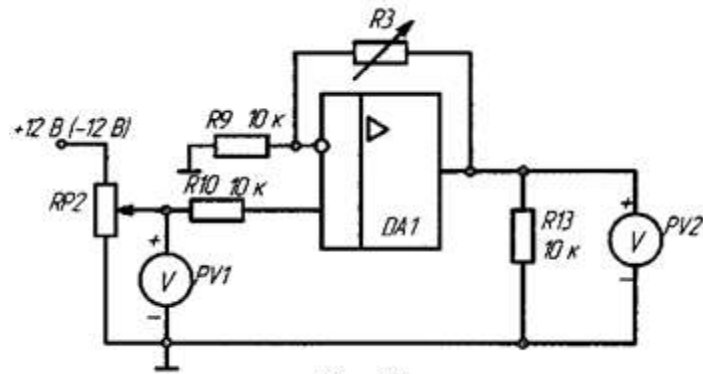

Рис. 2
- 3) Собрать схему согласно рис. 2. Установить заданное значение $R_{P3}=20\text{K}$